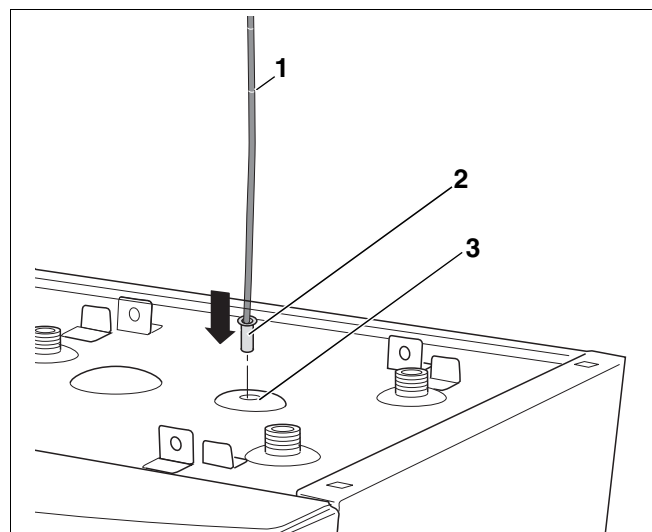

Fig. 10 Monter la sonde de température
- Introduire la sonde de température (fig. 10, **pos. 2**) dans le doigt de gant (fig. 10, **pos. 3**) jusqu'à la butée tout en bas.
La sonde de température doit être enfoncée bien au fond du doigt de gant pour que le marquage (fig. 10, **pos. 1**) du S135 ou S160 soit au même niveau que le bord supérieur du doigt de gant.